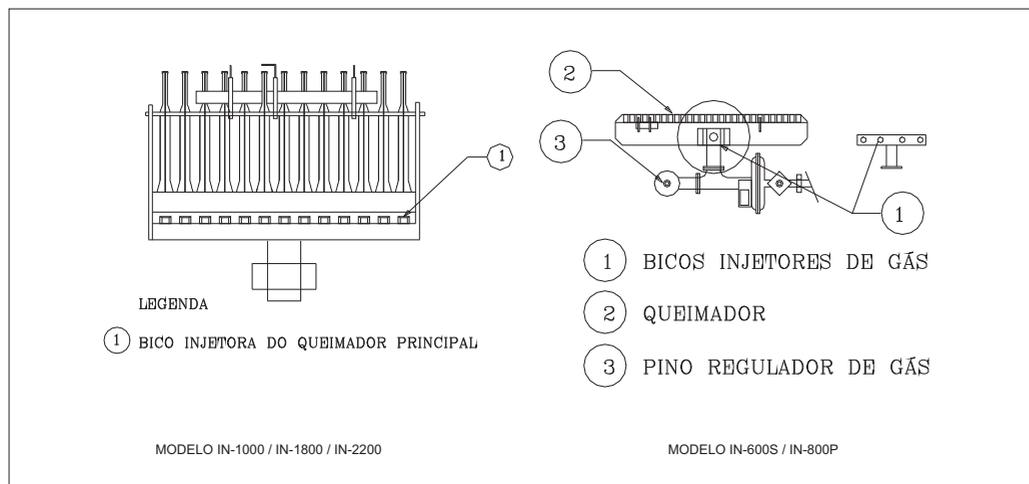

FIG. 02
4. Substituir os injetores do queimador principal (Ver Fig. 02)